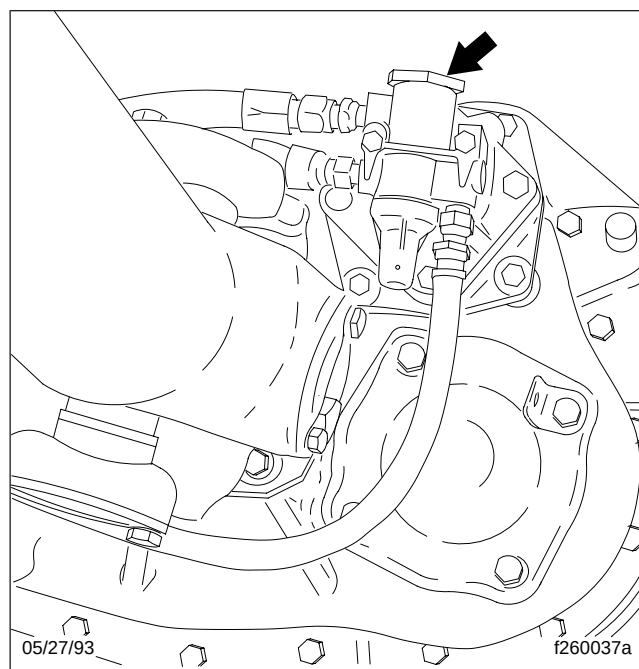

Fig. 2, Emplacement du filtre ou régulateur d'air
2. Nettoyez l'extérieur du filtre ou régulateur d'air avec un solvant de nettoyage. Voir la figure 2.